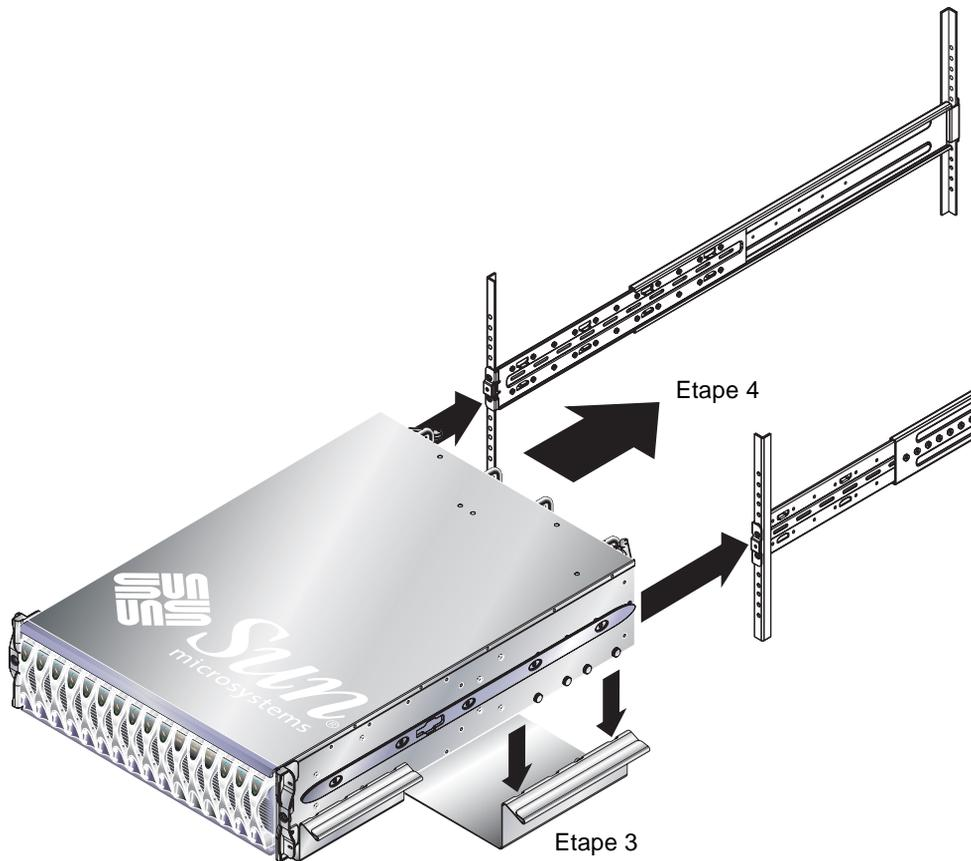

FIGURE 3-6 Alignement du châssis sur les équerres (armoire 19" à quatre colonnes)
3. Détachez la poignée amovible arrière (FIGURE 3-6).
5. Alignez le châssis sur les équerres de l'armoire. (FIGURE 3-6).